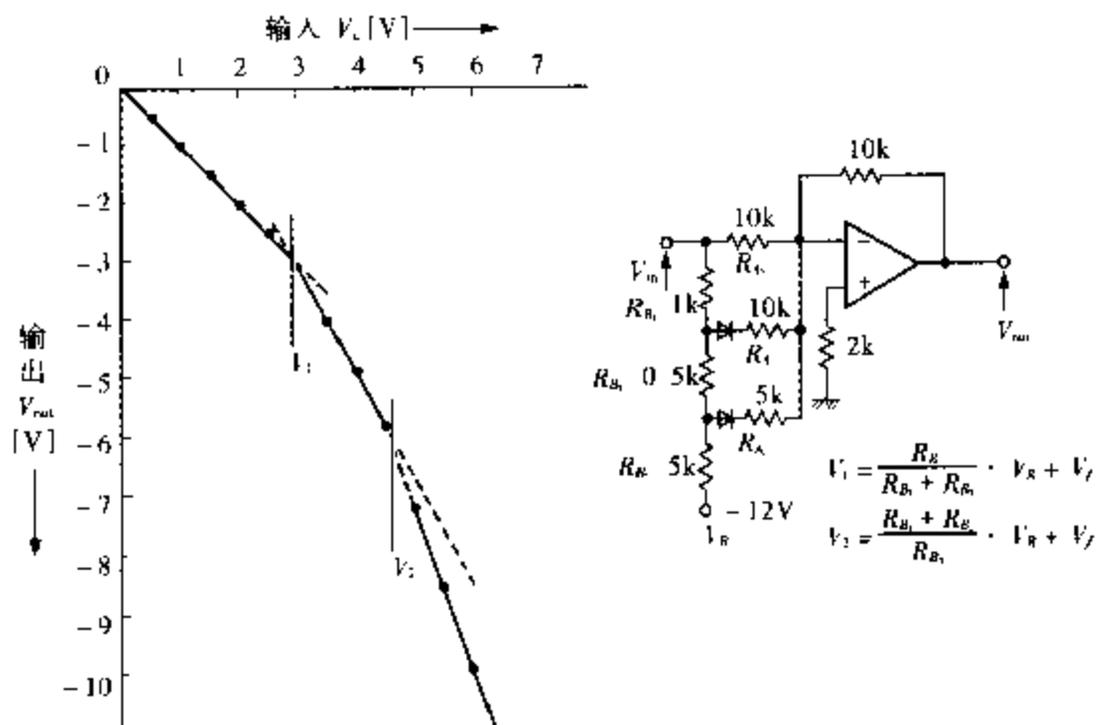

图 4.31 伸长电路及其特性
**具有实用价值的电路** 图 4.31 是一个去掉电池后的 2 级电路。由于在输入端连接的元件太多,容易形成噪声,所以采用如图